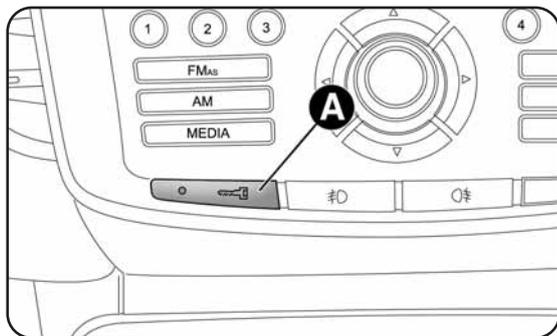

fig. 52
**BLOCCAGGIO/SBLOCCAGGIO DALL'INTERNO fig. 52**